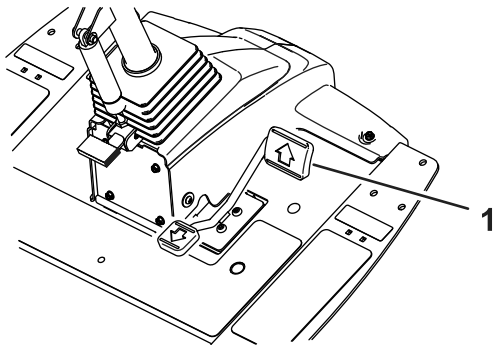
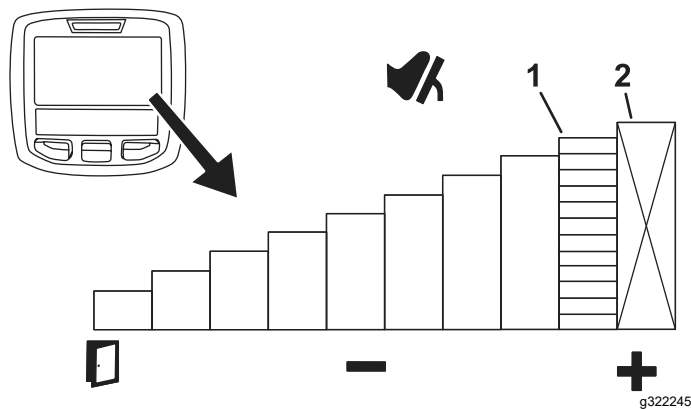

Figure 49
Figure 50
Pour régler temporairement la vitesse maximale de la machine, poussez la pédale de déplacement complètement en avant (Figure 49). Vous pouvez régler une vitesse séparée pour le mode Tonte et le mode Transport (Figure 50).
- Pour accéder à cette fonction, appuyez sur le bouton central de l'InfoCenter (Figure 50).